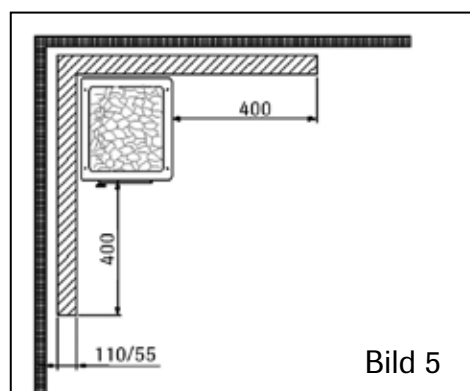

Bild 5
5. En murning om 55 mm, som är öppen runt om och har ett skyddsavstånd till väggen om 30 mm, motsvarar ett enkelt, lätt skydd. En murning om 110 mm motsvarar följaktligen ett dubbelt, lätt skydd. (Bild 5)